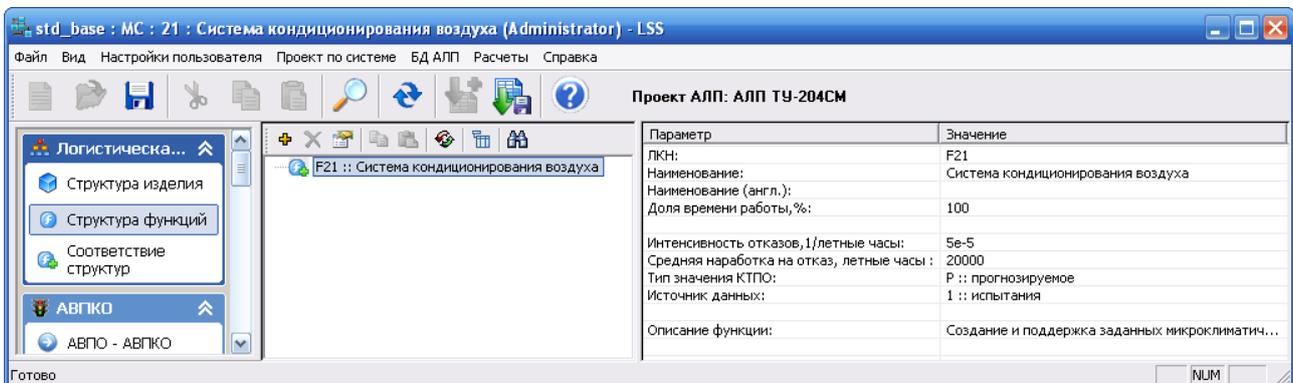

Рис. 4-7
- Для сохранения введенных данных и закрытия окна **Элемент ЛСФ** нажмите на кнопку **OK**. При этом на вкладке **Структура функций** появятся введенные данные корневого элемента (рис. 4-7).